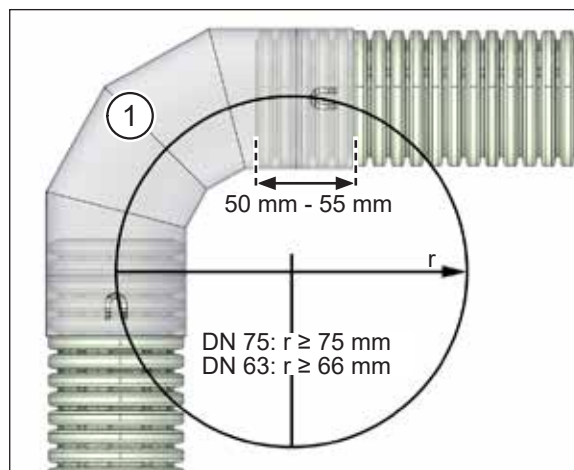

Fig. 9: Coude de tuyau flexible 90°
- Utilisez le coude de tuyau flexible 90° (pos. 1 dans Fig. 9) pour réaliser des rayons de courbure plus petits (voir Fig. 9):